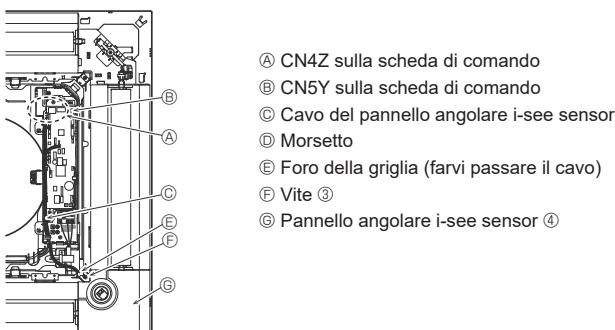

Fig. 9-10
- ① Pannello angolare del ricevitore di segnale
- ② Foro della griglia (farvi passare il cavo)
- ③ Attacco del foro a campana
- ④ Cavo
- ⑤ Morsetto
- ⑥ Fascetta (fissare il cavo)
- ⑦ CN90 sulla scheda di comando
- ⑧ Vite
9.4.6. Installazione del pannello angolare i-see sensor (Fig. 9-10)
- Inserire il connettore del cavo (bianco, 4 poli e bianco, 5 poli) del pannello angolare i-see sensor ④ dal lato della scatola elettrica sull'unità principale e collegare al connettore CN4Z e CN5Y sulla scheda di comando.